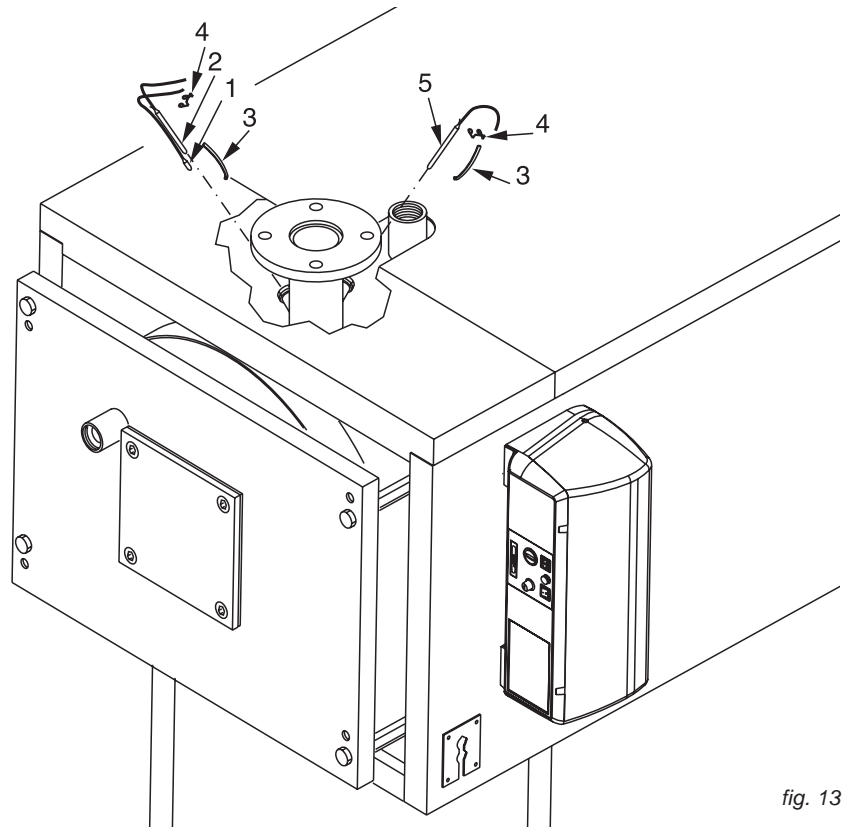

fig. 13
- H) Positionner les panneaux latéraux supérieurs (pos. 10 et 11) en les clipsant simplement sur les panneaux latéraux inférieurs et cela, tout en faisant porter la partie supérieure de ces mêmes panneaux supérieurs dans les encoches prévues à cet effet sur la plaque avant du corps de chauffe de la chaudière.
- I) Insérer dans les doigts de gant situés sur la bride de départ hydraulique supérieure, les bulbes des thermostats comme indiqué sur la fig. 13 et faire passer ensuite les câbles électriques dans les passe-câbles latéraux situés du côté par lequel on souhaite réaliser les raccordements électriques (alimentation 230V - 50Hz, brûleur, pompes de circulation, etc...).
- Fixer les deux plaques de support des passe-câbles (pos. 12) sur les deux panneaux latéraux supérieurs.